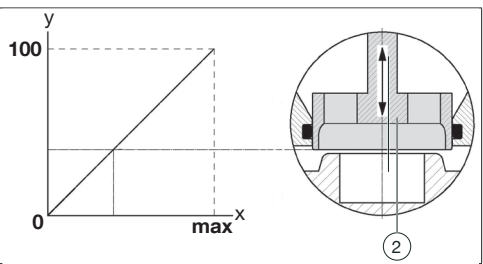

Abb. 5: Courbe de fonctionnement linéaire de l'unité de régulation
(1)	Unité de membrane (unité de régulation du débit)
(2)	Unité de régulation
(3)	Unité de valeur de consigne (unité de régulation du débit)
(4)	Monture du diaphragme de mesure
Le robinet combiné de réglage et de régulation « Cocon QTZ » d'Oventrop joue le rôle d'un régulateur de débit qui maintient la pression différentielle (p1 – p2) à une valeur constante à l'aide de l'unité à membrane intégrée (1). À cet effet, l'unité de régulation (2) ainsi que l'unité de valeur de consigne (3) réglable sur une valeur de débit maximale (selon le réglage de la poignée manuelle) sont protégées des variations externes de pression (p1 – p3). Ces variations résultent, par exemple, de l'activation ou de la désactivation des parties de l'installation. Le « Cocon QTZ » peut accueillir un actionneur chargé d'activer l'unité de régulation (2). Celle-ci présente une courbe de fonctionnement approximativement linéaire (voir Abb. 5). L'association d'actionneurs et de thermostats d'ambiance permet par exemple de réguler la température des pièces. Le débit maximal (pleine charge) est sélectionné par le pré-réglage de la poignée manuelle. Le fonctionnement en charge partielle est déterminé par la course de l'actionneur. L'autorité du robinet « QTZ » s'élève, dans la course du robinet actif, à 100 % (a = 1). Cette caractéristique s'applique également au fonctionnement en charge partielle en cas de régulation continue, par ex. en combinaison avec des actionneurs 0 – 10 V.